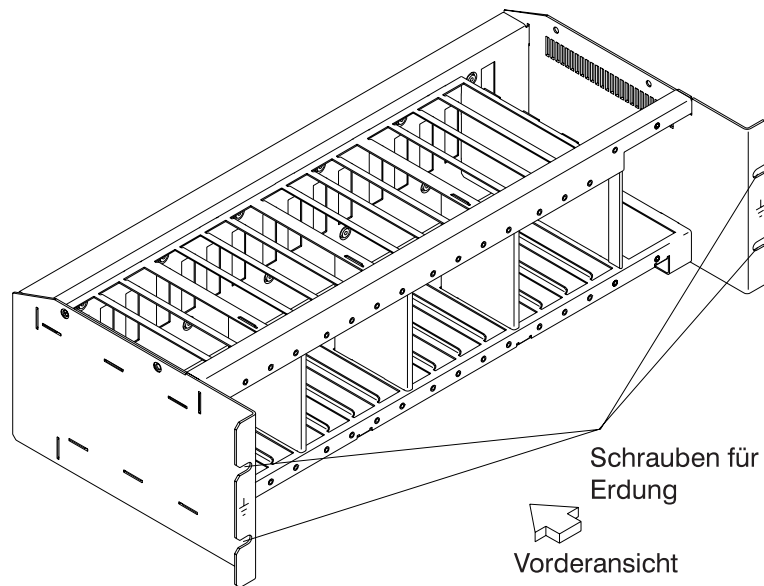

Figure 0-14. Erdung des Verteilerkastens über Schrauben
- Prüfen, ob die elektrische Verbindung zwischen dem Gehäuse des Verteilerkastens und dem Rahmen der Erweiterung der Steuereinheit gewährleistet ist, sofern Verteilerkästen vorhanden sind. Dieser Schritt muß vor dem Anschluß von Signalkabeln erfolgen (siehe Figure 0-14 on page xxxviii).